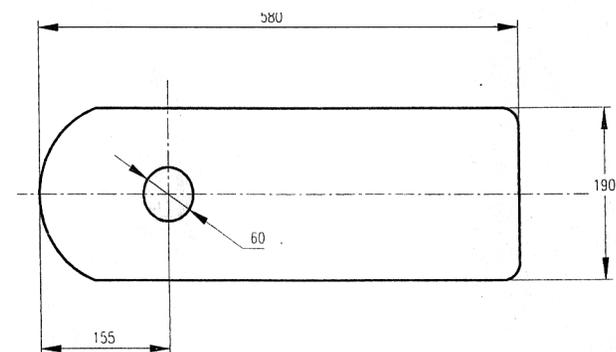

Рис. 4.1
4.1. Место для установки твердомера должно быть сухое и чистое, в пределах температуры от 10 до 35 градусов. Смотрите рис. 4.1 для определения размеров и положения твердомера.